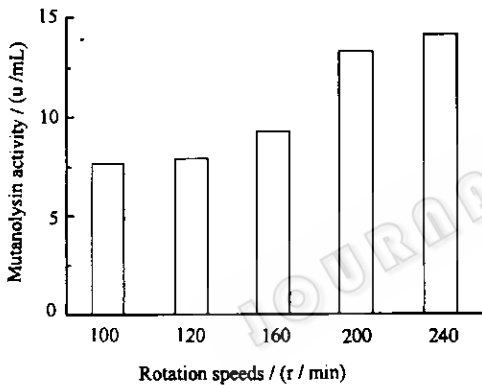
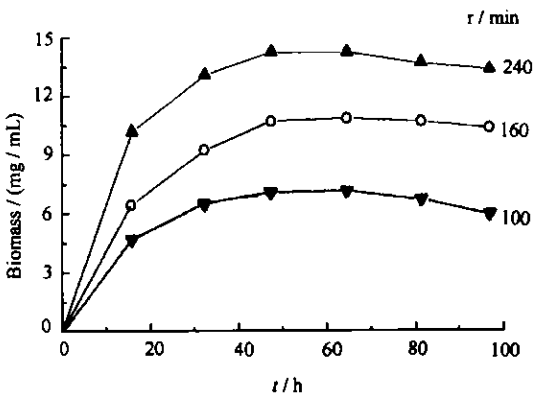

图 2 摇床转速对变溶菌素活性的影响
图 3 摇床转速对球孢链霉菌 S186 菌体生长的影响
2.1.2 摇床转速对变溶菌素产量的影响: 在其余条件均相同而摇床转速不同(100, 120, 160, 200, 240 r/min)的情况下培养 4 d, 测定变溶菌素活性, 结果(见图 2、图 3)显示, 随着摇床转速的提高, 球孢链霉菌的菌体量及变溶菌素的产量都有明显提高。上述摇瓶实验结果显示, 溶氧的提高有利于变溶菌素的产生。